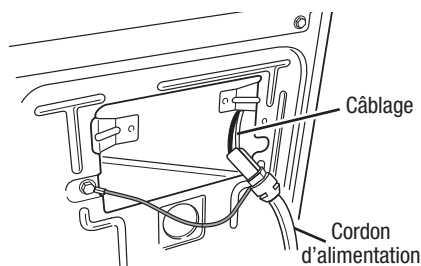
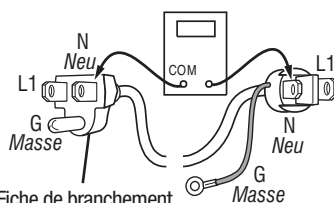

Figure 5. Raccordement entre cordon d'alimentation et câblage de la sécheuse (sécheuse à gaz).
Figure 6. Broches du cordon d'alimentation – sécheuse à gaz.
- 3.** Vérifier que le cordon d'alimentation est correctement raccordé au câblage de la sécheuse. Voir figure 5.
- 5.** Avec un ohmmètre, vérifier la continuité entre la broche neutre (N) de la fiche de branchement et la broche P8-3 (conducteur blanc) de la carte des circuits de commande de la machine. La partie gauche de l'illustration à la figure 6 identifie la position de la broche neutre (N) de la fiche de branchement. Voir également figure 15, page 56.
- S'il n'y a pas de continuité, défaire la connexion entre le conducteur blanc du câblage et le cordon d'alimentation, à l'emplacement indiqué à la figure 5. Tester la continuité du conducteur neutre du cordon d'alimentation selon les indications de la figure 6. S'il y a un circuit ouvert, remplacer le cordon d'alimentation; sinon passer à l'étape 6.
- S'il n'y a pas de continuité, contrôler la continuité sur le cordon d'alimentation d'une manière similaire à ce qui est décrit à la figure 6, mais pour le conducteur L1 du cordon d'alimentation.